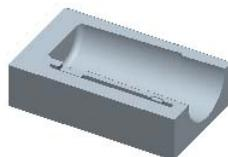

图 7.20 着色后的下半部分体积块
(1) 在系统**为分割选定的模具体积块选择分型面**的提示下,先将鼠标指针移至模型中主分型面的位置右击,从快捷菜单中选取**从列表中拾取**命令。
(2) 在系统弹出的“从列表中拾取”对话框中,单击列表中的**面组: F8(MAIN_PS)**分型面,然后单击**确定(OK)**按钮。
(3) 在“选择”对话框中单击**确定**按钮。
Step6. 此时,系统弹出“属性”对话框,在该对话框中单击**着色**按钮,着色后的模型如图7.20所示。然后在对话框中输入名称lower_mold,单击**确定**按钮。